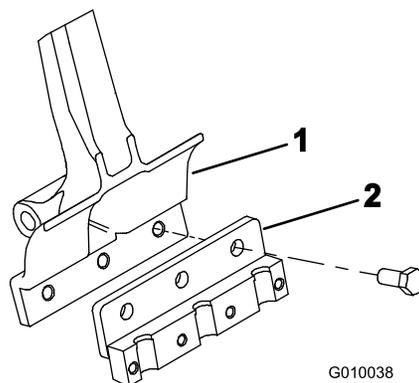

Figure 22
- Fixez un porte-louchets sur chaque bras d'aération (Figure 22) à l'aide de 3 boulons ( $\frac{1}{2}$ " x  $\frac{1}{4}$ "). Serrez les boulons à 101,6 N·m.